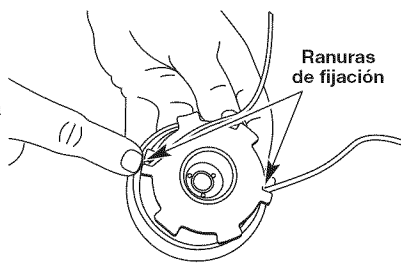

Fig. 19
12. Inserte los extremos partidos de la línea en las dos ranuras de fijación (Fig. 19).